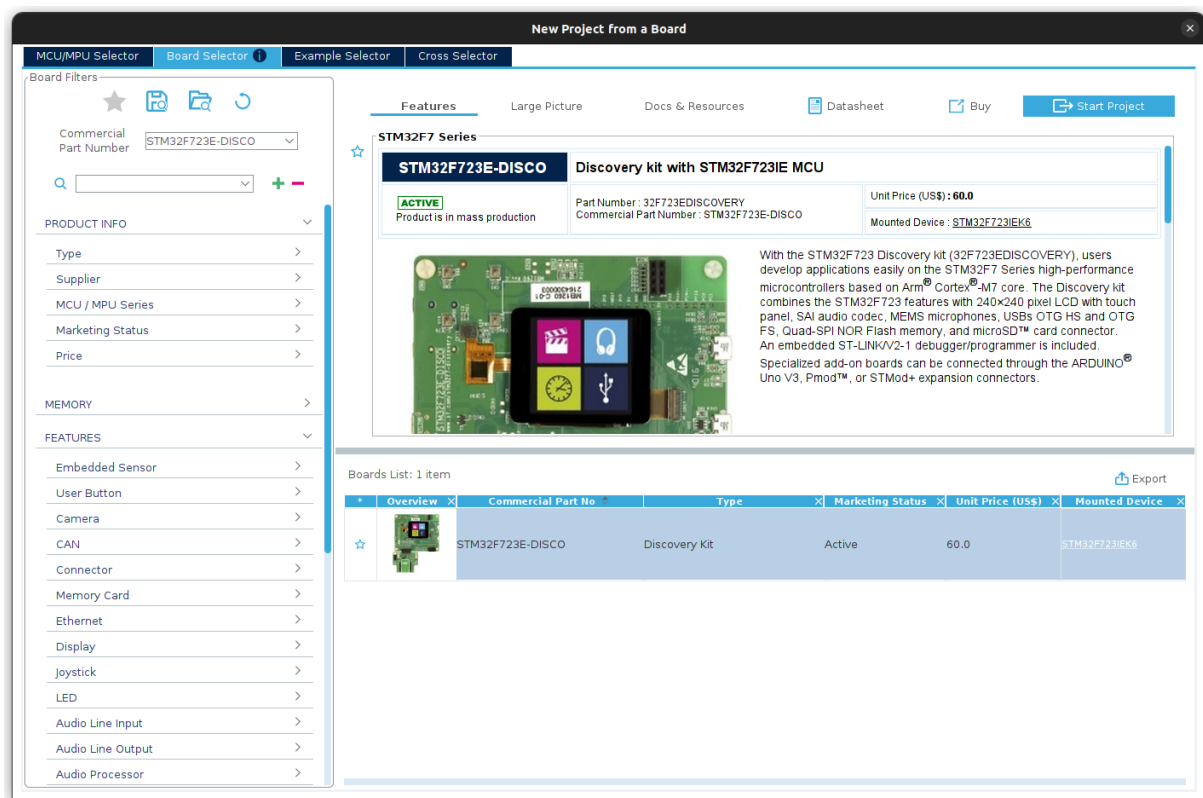

Figura 51: Selector de placas con la STM32F723E-DISCO seleccionada
- **BOARD:** En este caso, partimos de un procesador que ya se encuentra dentro de una placa, y sus pines tienen conexiones concretas establecidas (LEDs, Botones, Pantallas...). En este modo, simplemente deberemos elegir qué funciones activamos, pero no tendremos la dificultad de tener que planificar qué hace cada pin. Utilizaremos este segundo modo eligiendo nuestra placa (723E discovery) (Figura 51).